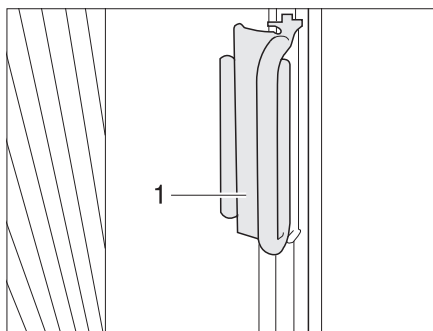

Fig. 81 Impugnatura tendina oscurante pieghevole del parabrezza
- Afferrare l'impugnatura (Fig. 81,2) delle tendine oscuranti pieghevoli su entrambi i lati del parabrezza e chiudere verso il centro del parabrezza tirando con prudenza finché il fermo magnetico non blocca la tendina oscurante pieghevole.